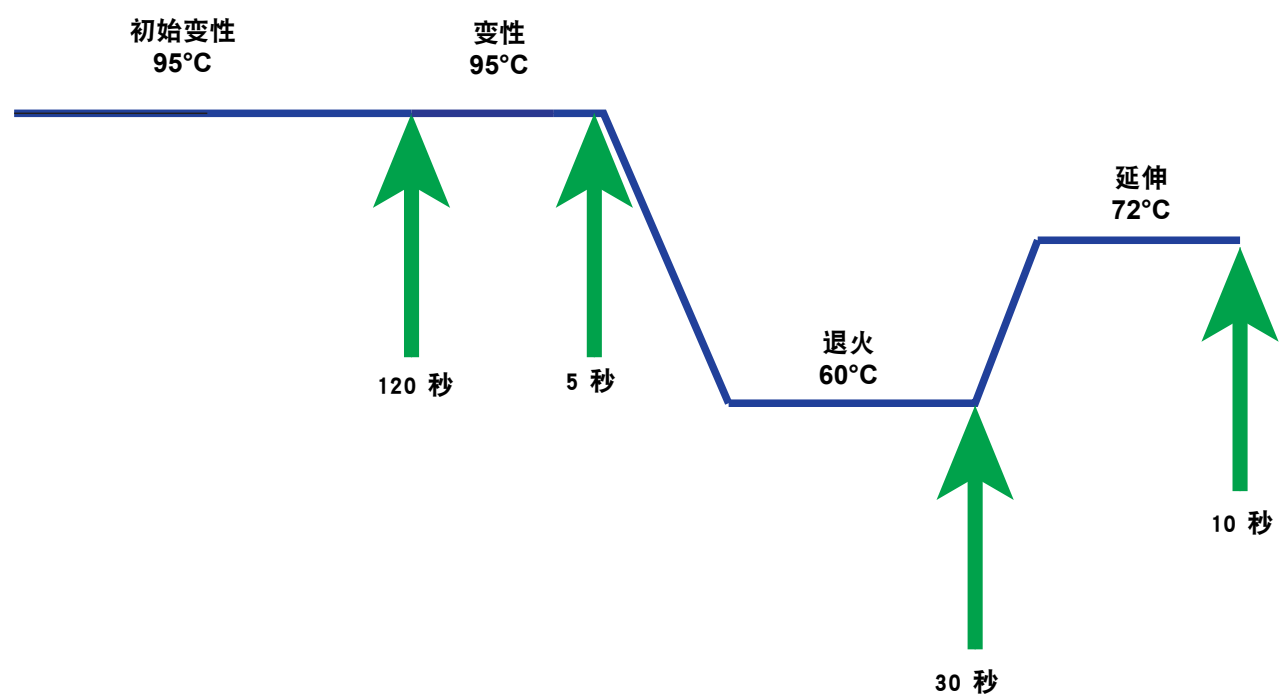

图 3-1. I-CORE 模块加热和风扇冷却（温度持续时间不按比例）的 PCR 循环图示例
5. 开始 RT-PCR（如适用）和 PCR 循环以及实时检测（参见图 3-1）。
图 3-1 中所示的 PCR 循环指明由 I-CORE 模块执行的 40 个循环。变性温度为 95°C；退火温度为 60°C；延伸温度为 72 °C。这些温度的每个温度必须由模块维持一个特定的持续时间，如图 3-1 所示。初始变性进行一个循环需 120 秒。在聚合链反应最后完成前，变性作用（5 秒）、退火（30 秒）以及延伸（10 秒）步骤依序循环 40 次。